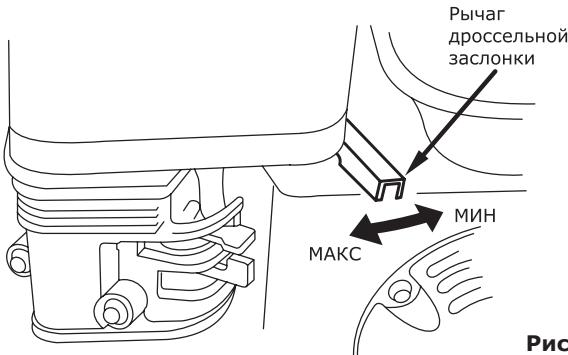

Рис. 15
• Поставьте рычаг дроссельной заслонки на 1/3 хода в сторону положения «МАКС» (рис. 15).
• После прогрева двигателя поставьте рычаг дроссельной заслонки в положение «МАКС» для самозаполнения шлангов. Число оборотов двигателя и соответственно производительность мотопомпы регулируется изменением положения рычага дроссельной заслонки (рис. 15).